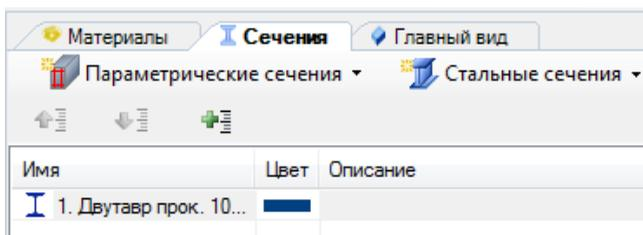

Рис. 32. Выбор вкладки Сечения
- На панели **Стальное сечение** вкладке **Двутавр прокатный** задайте параметры сечения (рис. 32). Таблица сортамента — ГОСТ 26020—83. Двутавр с параллельными гранями полок типа Б, Профиль 10Б1 (рис. 33).